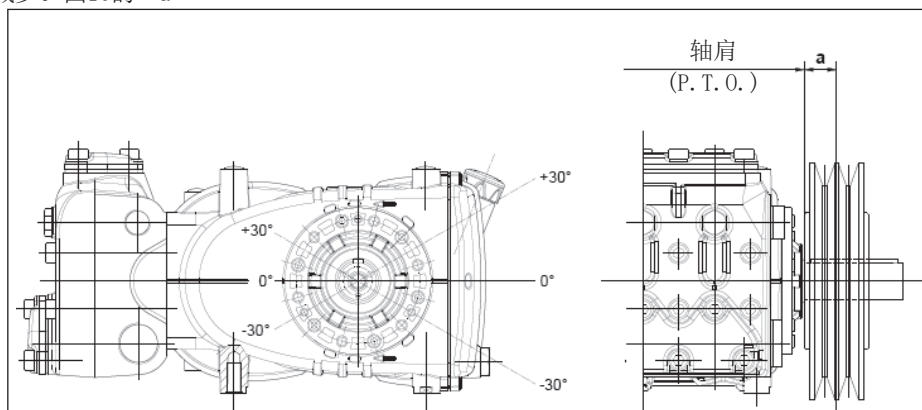

图10
泵轴上的径向载荷不能超过3000 N(布局定义所必须的数值)。只有该载荷作用在距离轴肩(P. T. O.)的一段最大长度 $a=30$  mm时，传动才被视为适当，见图10。
- b) 使用高效能皮带 - 例如XPB而不是SPB - 同样的功率传递, 使用的皮带数量会相对少, 继而相对轴肩 (P. T. O.) 的距离也会减少。图10的“a”
- e) 按照图10指出的方向拉紧皮带, 其他需求请联系 **技术部** 或 **售后服务中心**。